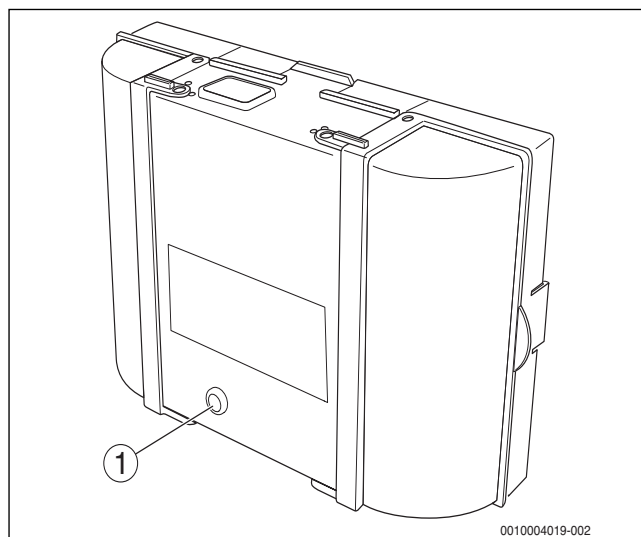

Рис. 44 Сброс неисправностей на автомате горения
- ▶ Нажмите кнопку «подавления помех» на автомате горения (→ рис. 44).